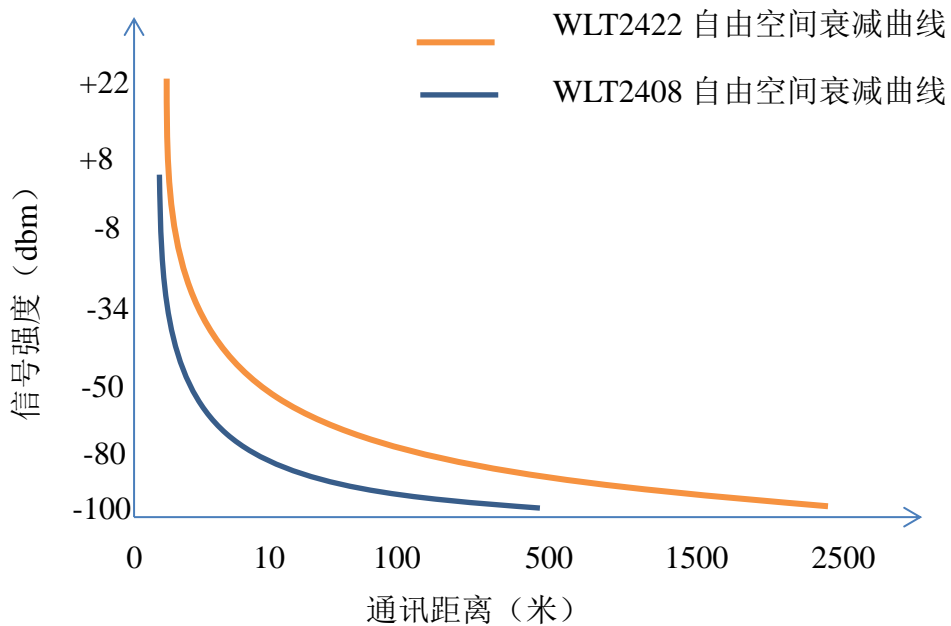

图 1-1 2.4Ghz 信号随距离衰减图
2.4GHz 信号的自由空间衰减是指数型的（如图 1-1 所示），离信号源处一米衰减接近 40dBm，但是到了远传，衰减就小了，距离 8dBm 功率输出节点（如 WLT2408）400 米的位置，信号强度为-96dBm（中间无明显遮挡物），到达 500 米，信号强度为-97dBm，1dBm 信号在远处可以延长通讯距离将近 100 米的距离。